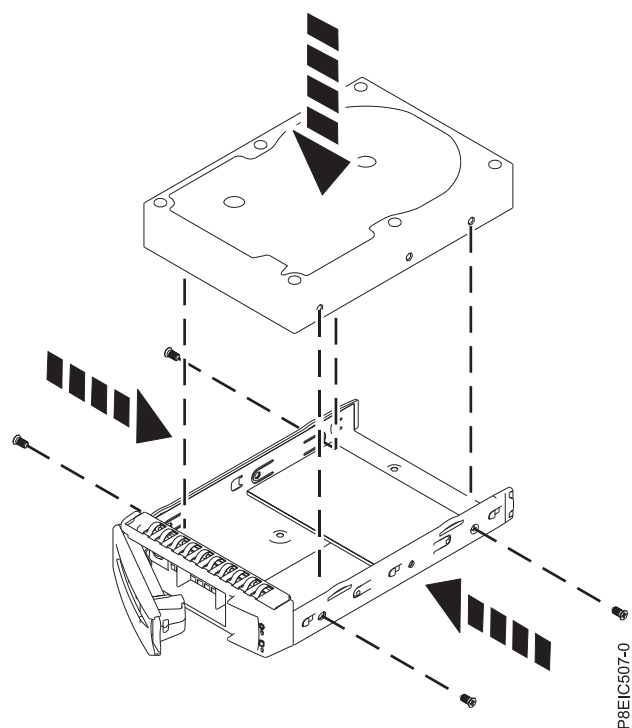

図 59. 3.5 型ドライブのトレイへの取り付け
- 3.5 型ドライブは、トレイ全体に収まります (図 59 を参照)。ドライブをトレイの側面に 4 本のねじ (各側面に 2 本) で固定します。